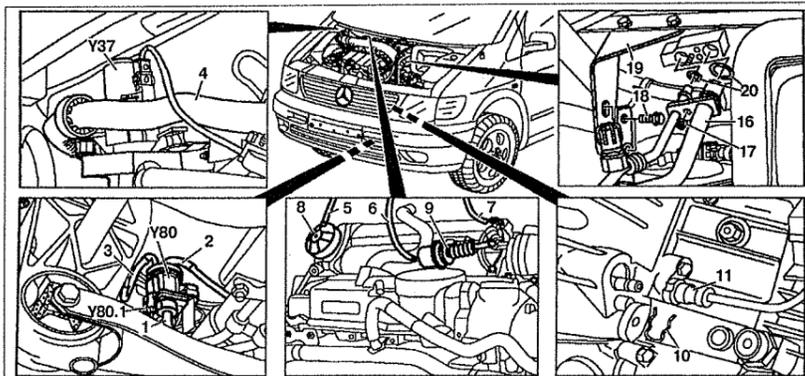

Рис. 5.1. Снятие и установка двигателя с подрамником:
5. Отсоедините патрубок 4 системы охлаждения от циклового клапана Y37 (см.рис.5.1).